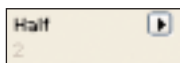

Рис. 10. Выбираем режим привязки по центру
1) задайте требуемое значение специальной привязки (рис. 10);